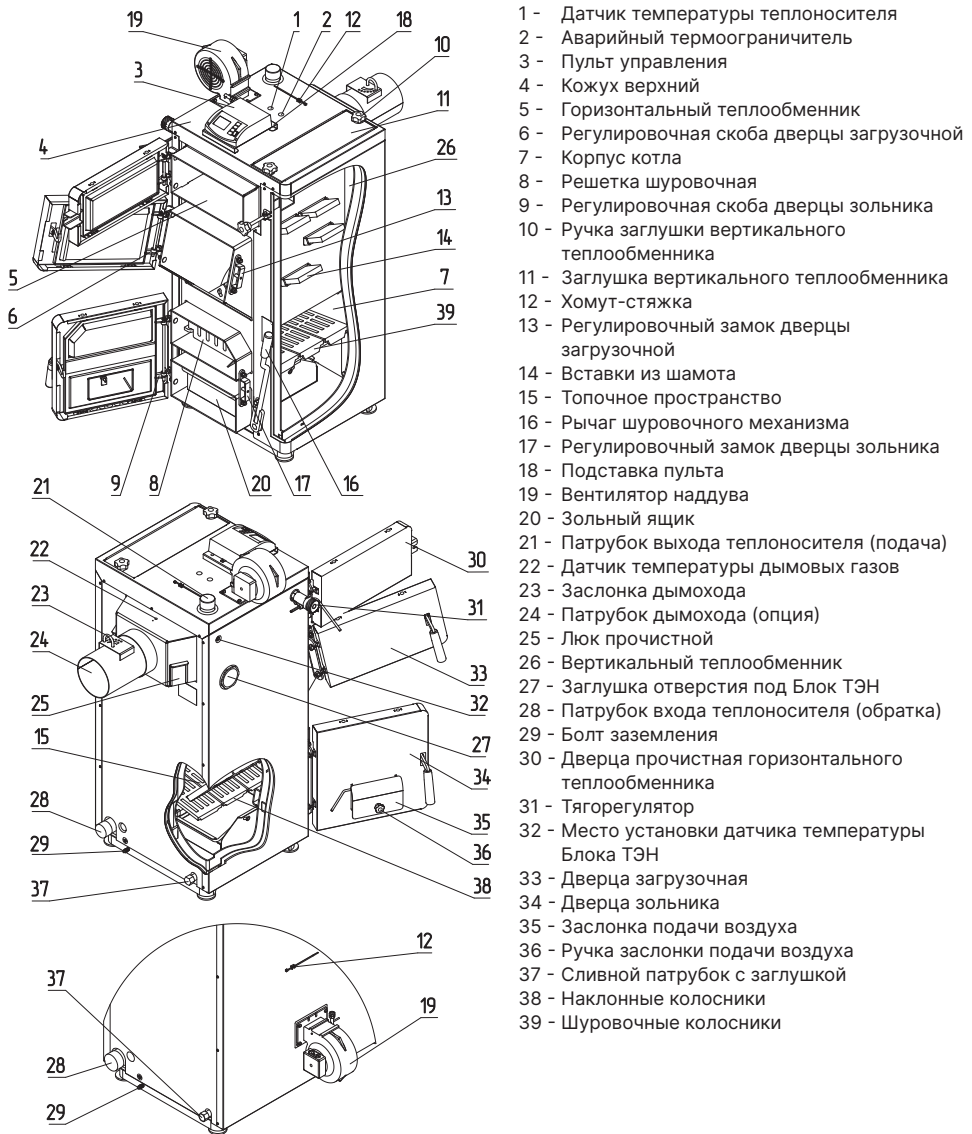

Рис.1 Конструкция отопительного котла
- Эксплуатация котла без зольного ящика (**Рис.1, Рис.2, поз.20**);
- Эксплуатация котла при неправильном расположении рычага шуровочного механизма (**Рис.1, Рис.2, поз.16**).
- Открыть загрузочную дверцу (**Рис.1, Рис.2, поз.33**), кочергу, совок, коробку и паспорт из топки котла;